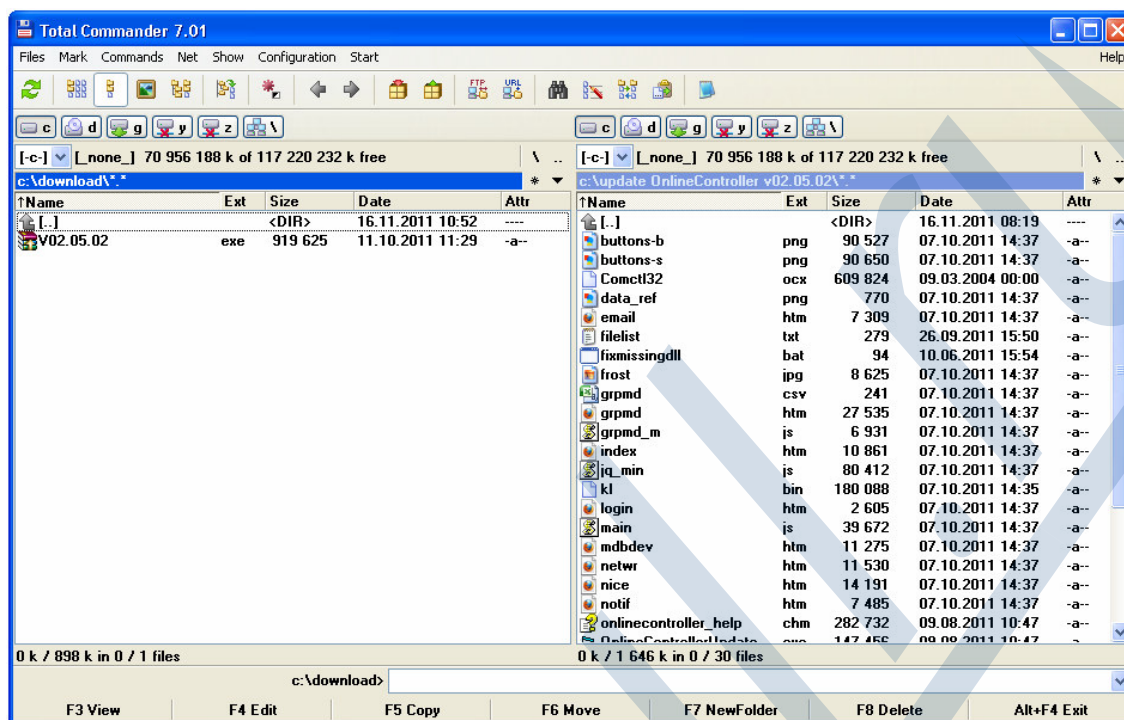

Рисунок 28
1. Скачайте файл zip ControllerUpdate в X.Y.Z.zip (X.Y.Z - это версия firmver) из секции download сервера и сохраните его в адресаре компьютера. Откройте этот файл (смотри рисунок 28).
2. Скачайте файл zip ControllerUpdate в X.Y.Z.zip (X.Y.Z номер версии firmver) из секции download сервера и сохраните его в адресаре компьютера. Откройте этот файл (смотри рисунок 28).